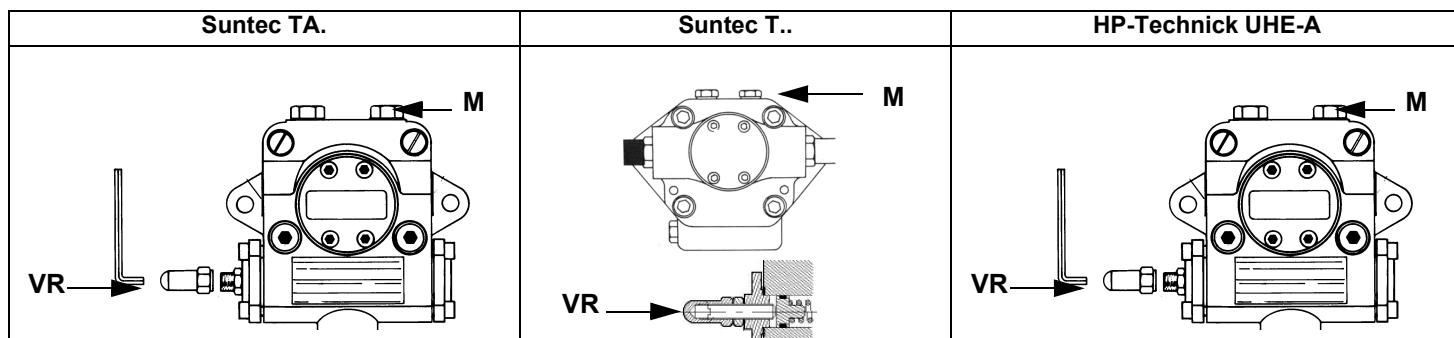
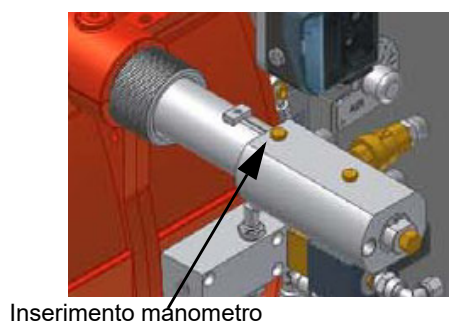

Fig. 2
Fig. 3
- 3 sfiatare l'aria dall'attacco (**M**) manometro della pompa (Fig. 2), allentando leggermente il tappo, senza toglierlo; quindi rilasciare il contattore.
- 5 La pressione di alimentazione ugello è già pre-tarata in fabbrica e non deve essere cambiata. Solo se necessario, regolare la pressione di alimentazione (vedi relativo paragrafo) nel modo seguente: inserire un manometro nella posizione indicata in Fig. 3 agire sulla vite di regolazione **VR** della pompa (vedi Fig. 2) fino ad ottenere una pressione all'ugello pari a 20 bar (ugelli Monarch o ugelli Bergonzo);